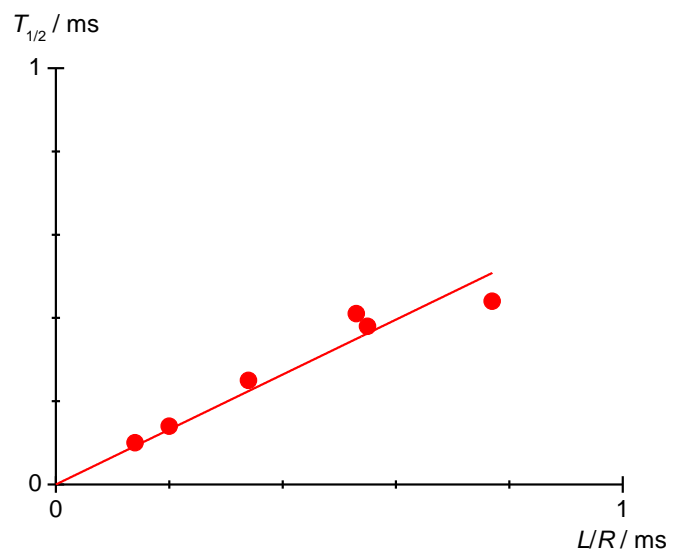

Fig. 6: Tempo di dimezzamento  $T_{1/2}$  in funzione di  $L / R$ .
- Riportare in un diagramma i tempi di dimezzamento  $T_{1/2}$  della Tab. 5 rispetto ai quozienti  $L / R$  e tracciare una retta d'origine (Fig. 6).
- Per verificare l'equazione (3) determinare dall'incremento lineare  $m$  il fattore di proporzionalità  $\ln 2$ .